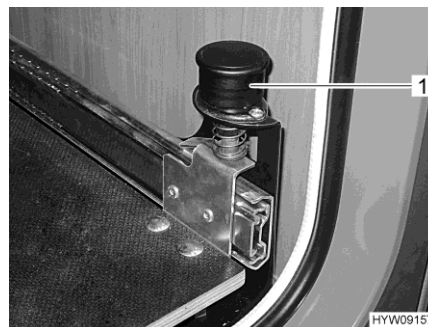

Fig. 130 Pomello con arresto
- Tirare verso l'alto il pomello (Fig. 130,1). La base estraibile del vano portabombole è sbloccata.